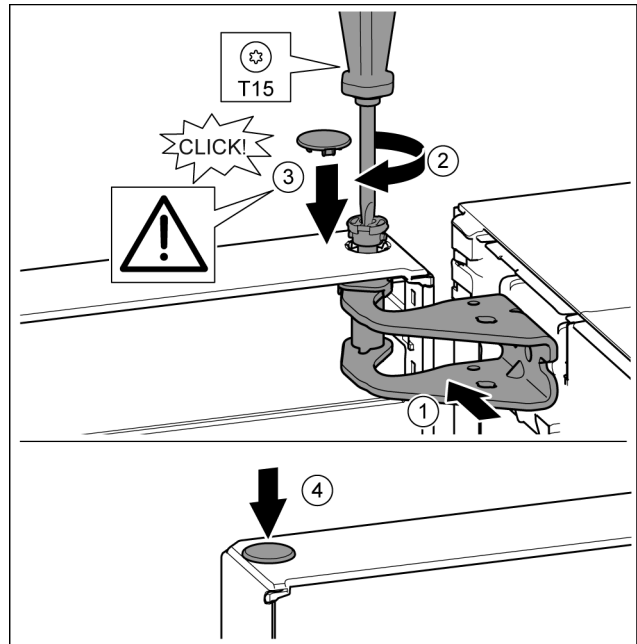

Fig. 40
- ▶ Allineare la porta in alto all'apertura nel blocco di supporto. *Fig. 40 (1)*
- ▶ Inserire i perni e stringere con il cacciavite T15. *Fig. 40 (2)*
- ▶ Montare la copertura di sicurezza a protezione della porta: inserire la copertura di sicurezza e controllare se appoggia sulla porta. Altrimenti inserire completamente il perno. *Fig. 40 (3)*
- ▶ Inserire i tappi. *Fig. 40 (4)*